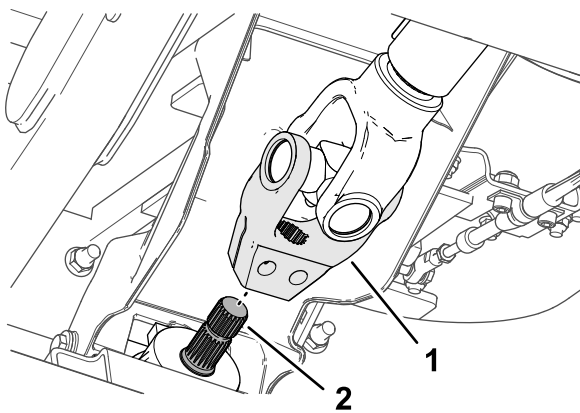

Figura 18
5. Alinhe as estrias do veio da transmissão com as estrias do eixo de entrada do acessório (Figura 18) e deslize o veio de transmissão sobre o eixo.